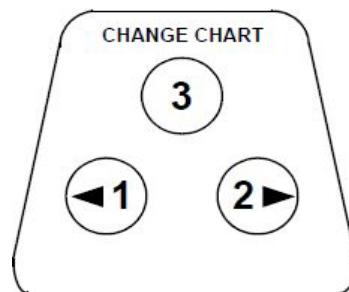

Abbildung 14. Schaltflächen
2. Drücken Sie die Schaltfläche (3 in *Figure 14*) und halten Sie sie ca. eine Sekunde lang gedrückt. Der Stift bewegt sich aus dem Messbereich.
3. Vergleichen Sie die vom Datenerfassungssystem erfasste Temperatur mit der gemessenen Temperatur. Justieren Sie gegebenenfalls das Datenerfassungssystem, indem Sie seine rechte und linke Schaltfläche (1 und 2 in *Figure 14*) ca. 5 Sekunden lang gedrückt halten.